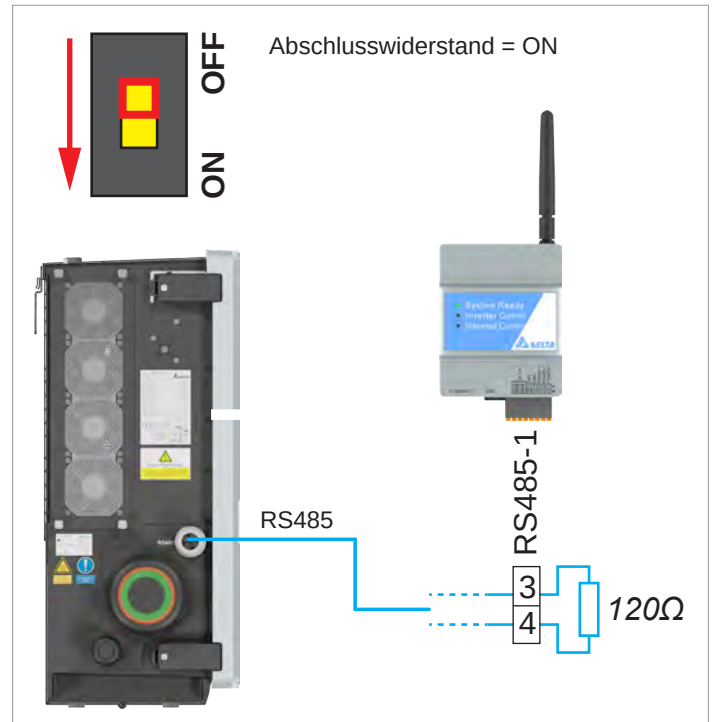

Abb. 5.8: Anschluss eines einzelnen Wechselrichters an den DC1
- Der DC1 hat **keinen** integrierten RS485-Abschlusswiderstand. Deshalb muss ein 120-Ohm-Widerstand angeschlossen werden (Abb. 5.8, S. 37)!